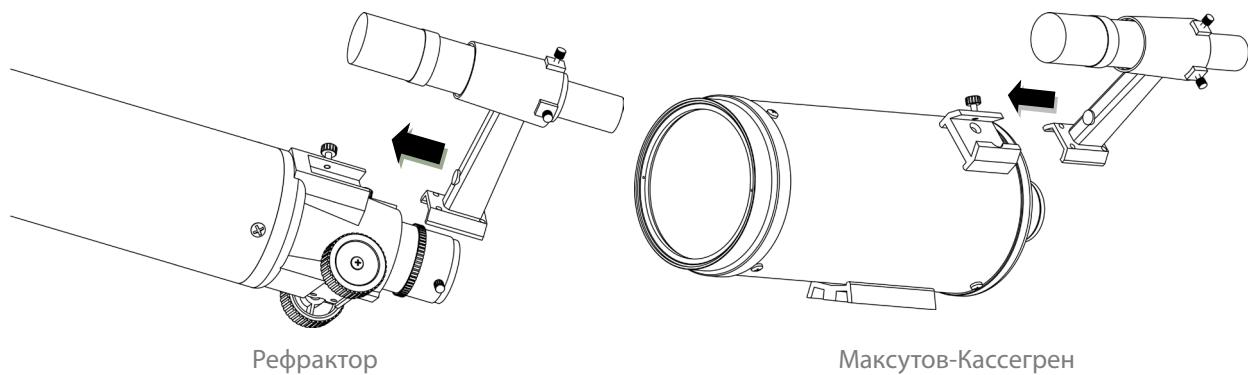

Рис. 4.1.1a
1. Установка оптического искателя (рис. 4.1.1a)